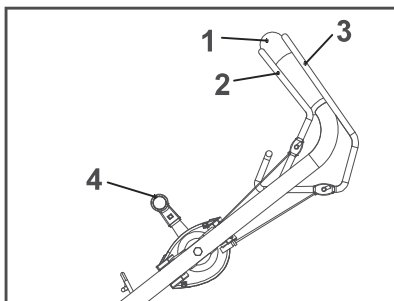

Fig. 14
La palanca de velocidad (4) se encuentra en el lado izquierdo de la barra superior del manillar (1). Se utiliza para controlar la velocidad de marcha autopropulsada a pie (Fig. 14) bajo la función autopropulsada.
1. Sujete la palanca de freno (2) y la palanca de autopropulsión (3) contra la barra superior del manillar (1).
2. Ajuste la palanca de velocidad (4) hacia arriba para aumentar la velocidad de marcha autopropulsada a pie.
3. Ajuste la palanca de velocidad (4) hacia abajo para reducir la velocidad de marcha autopropulsada a pie.